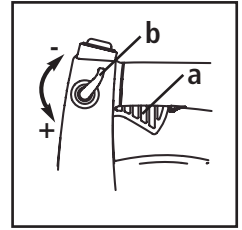

Fig. 21
3. Para diminuir a velocidade do motor, mova o controle de velocidade variável (b) para a posição LENTO (-) e o gatilho (a) retornará para marcha lenta (Fig. 21).